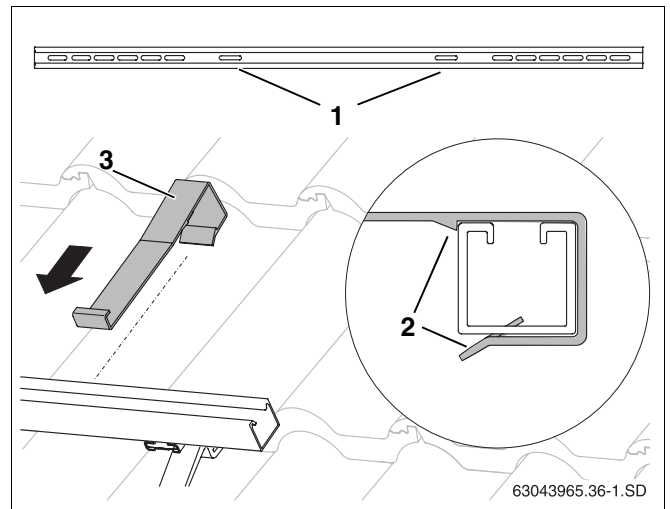

Fig. 34 Encaixar a protecção contra deslizamento.
- ▶ Deslocar cada protecção contra deslizamento (fig. 34, **item 3**) nos furos oblongos interiores (fig. 34, **item 1**), a partir de fora, sobre os perfis, até que encaixem (fig. 34, **item 2**).